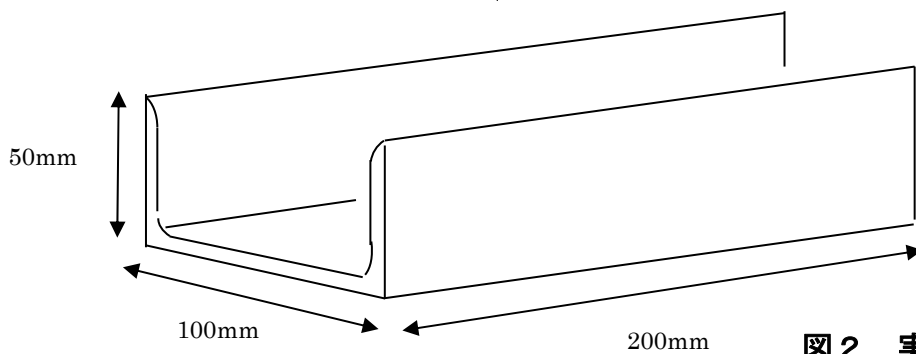

図 2 実技材台の形状
(1) 実技時間は、練習、電流調整、タック溶接（仮付）、本溶接、実技材の清掃及び指導者の確認に要する時間を含めて40分とし、40分経過後は、未完成であっても実技材を提出すること(実技会場の掃除時間及び工具類の収納は、実技時間に含めない)。
(2) 溶接作業には、1ページに記載の「実技用機材」に示す工具及び測定用具を使用する。ただし、認許機材以外でも工具点検で認められたものは使用してもよい。
(3) タック溶接(仮付)は、実技用材料の両端から各々15mm以内の裏面に行うこと。
(4) ルート間隔は任意とする(テーパ間隔も行ってよい)。
**※(5) タック溶接(仮付)終了後、指導者に申し出て「確認を受ける」こと。**
(6) 溶接による変形は、逆ひずみ法によって防ぐものとする。
(7) エンドタブは使用禁止とする。又、捨て金を使用して連続溶接を行ってはならない。
(8) 実技材台は、主催者が準備したものをを使用すること(P3の図2を参照)。
(9) 練習材は、作業台に準備されている実技材台を使用し、練習を行ってもよい。
(10) 溶接は、タック溶接(仮付)部を除いて片面溶接とし、裏面から溶接をしてはならない。
(11) 溶接方向は、左進、右進又はそれらの混用のいずれでもよい。ただし、1パス中の混用は認めない。
- (12) 溶接層数及びパス数は自由とする。
- (13) 溶接中及び溶接後において、変形の矯正は禁止する。
- (14) たがねは、スラグやスパッタを取るために使用するのはいいが、溶接金属をはつき取る目的で使用してはならない。